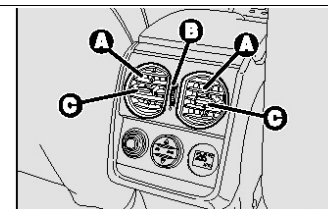

рис.46
**ЗАДНИЕ ДИФФУЗОРЫ (где предусмотрены) рис. 46**